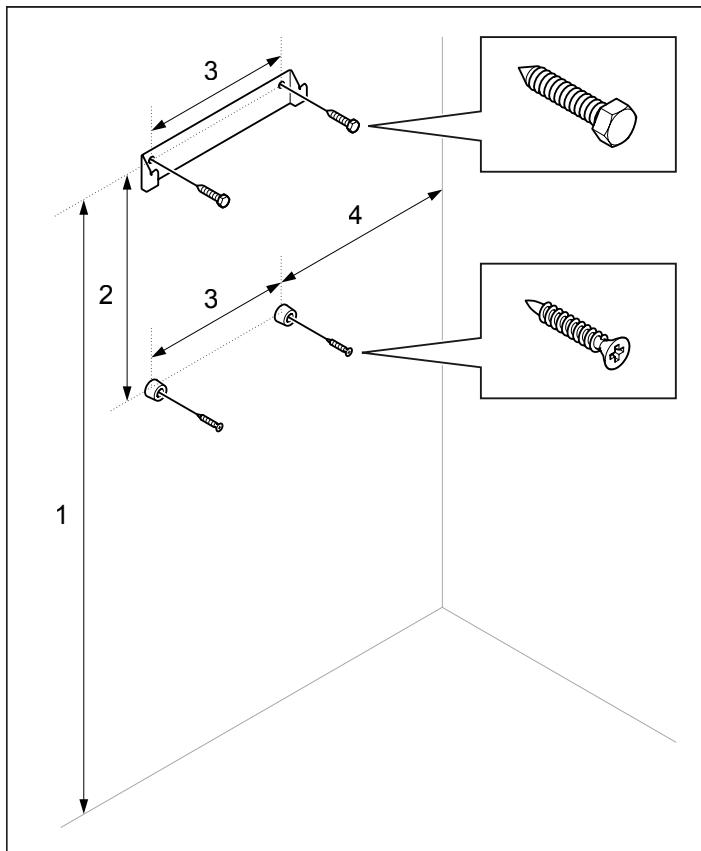

Fig 10: Konsol med skruvar och distanser
8. Montera konsolen och distanserna på väggen enligt måtsättning (se Fig 10).